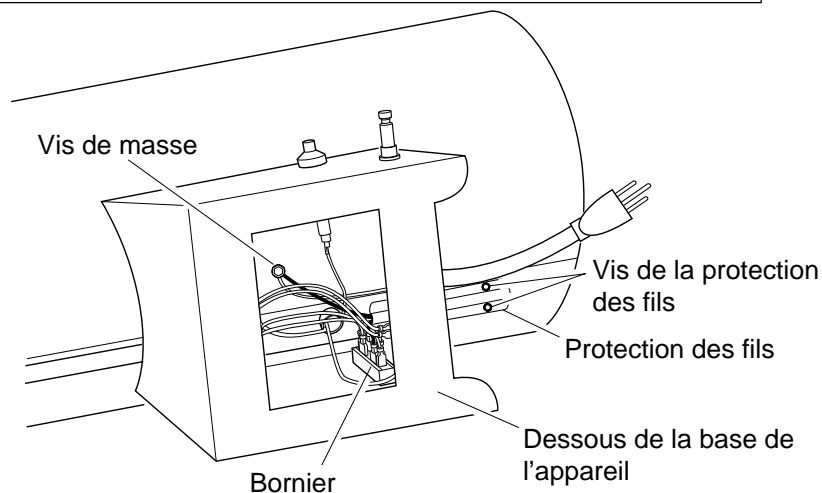

Figure 6 - Emplacement de la vis de masse et de la protection des fils
1. Accéder à la vis de masse par le dessous de la base de l'appareil et la retirer. Débrancher le fil vert du moteur et le fil d'alimentation vert du dessous du corps de l'appareil (voir la figure 6).
2. Retirer les fils noir et blanc du moteur du bornier (voir la figure 6).
14. Coucher l'appareil sur le côté pour accéder à l'ouverture du dessous de la base. Brancher le fil vert du moteur et le fil vert d'alimentation sur le corps de l'appareil au moyen de la vis de masse (voir la figure 6, page 11).
16. Fixer la protection des fils sur le corps de l'appareil avec deux vis (voir la figure 6, page 11).